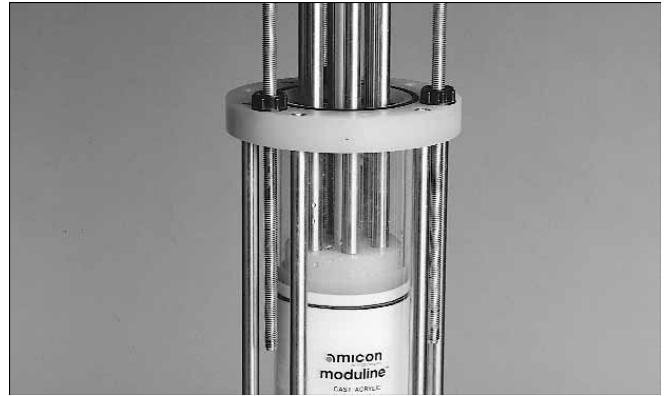

图 11. 小心将分配器降至柱床表面
(13) 柱床将进一步被压缩。当压缩完成并且压力稳定后，停泵并关闭层析柱出口。
(14) 小心松开分配器密封圈，小心将分配器降至柱床表面。在移动分配器时，一定注意不要扰动柱床。最终，分配器应直接接触柱床。(参照图 11)